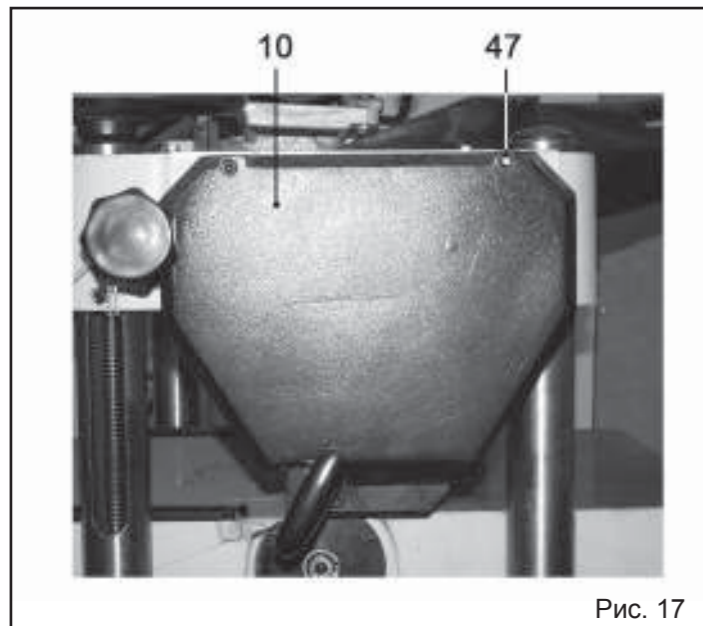

Рис. 17
10.5. Регулировка натяжения цепи механизма автоматической подачи заготовки (Рис.17,18)
10.6. Замена масла механизма автоматической подачи заготовки (Рис.17,18)